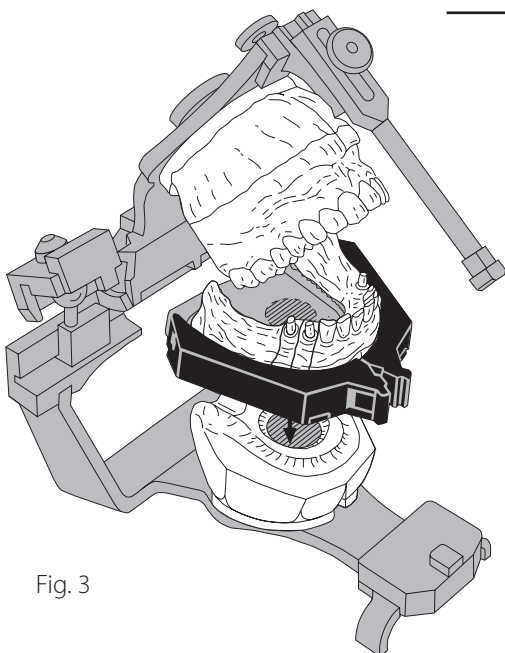

Fig. 3
4. Sacar el modelo del articulador. Desprender el espaciador prefabricado (fig. 3).